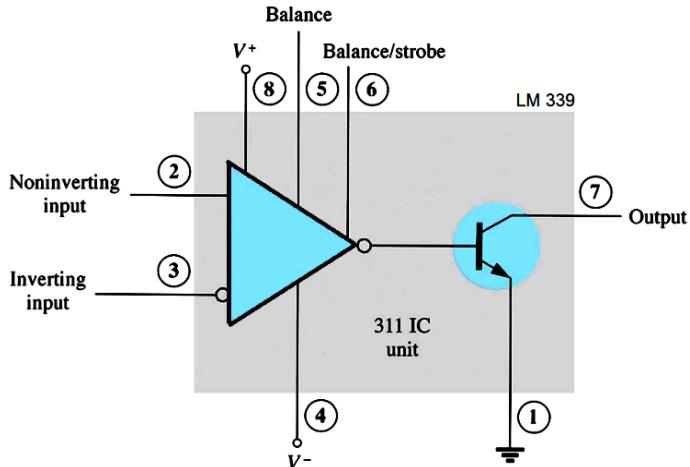

Figura 11.
- Explicar o termo *open collector*, que se utiliza para se identificar o estágio de saída de alguns CI's comparadores, como o da Figura 11.